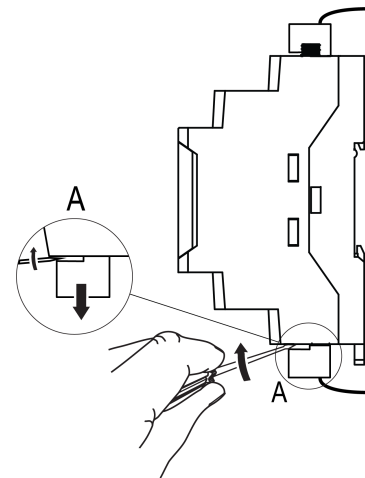

Рисунок 5.2 – Отсоединение съемных частей клемм
3. Отсоединить от шлюза съемные части каждой из клемм вместе с подключенными внешними линиями связи с помощью отвертки или другого подходящего инструмента (см. рисунок 5.2).